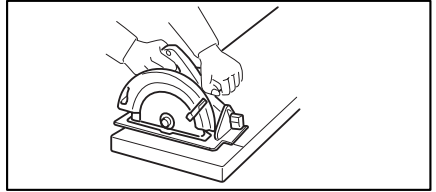
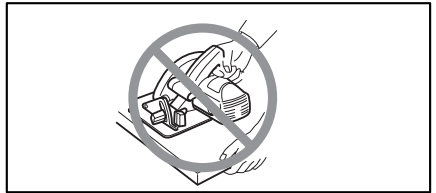

Fig. 5
Fig. 6
**caerá cuando se haga el corte. Como ejemplos, la Fig. 5 muestra la forma CORRECTA de cortar el extremo de un tablero, y la Fig. 6 la forma INCORRECTA. Si la pieza de trabajo es corta o pequeña, amordácela. ¡NO INTENTE SUJETAR PIEZAS PEQUEÑAS CON LA MANO!**